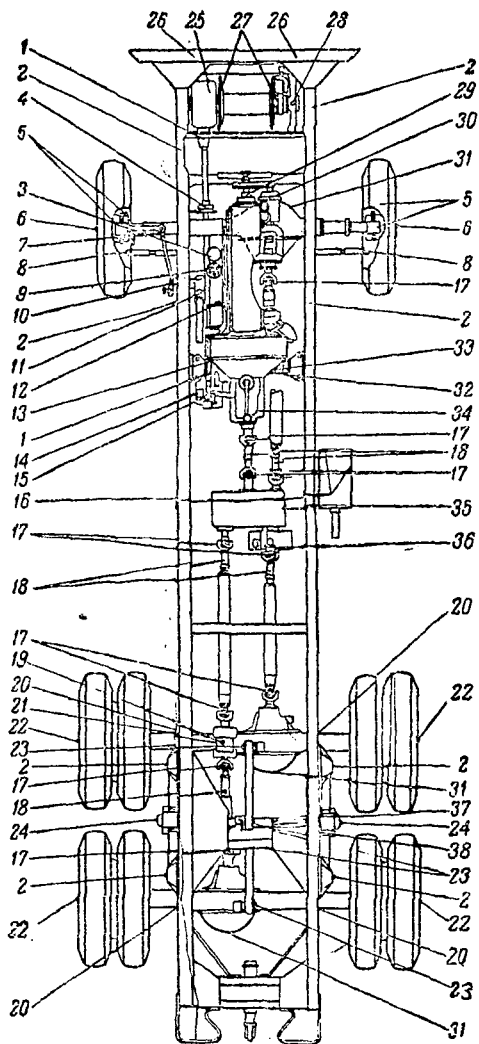

Рис. 9. Схема смазки автомобиля
3. Сроки смазки автомобиля при нормальной работе и места смазки указаны в таблице смазки и на рис. 9. При работе на очень пыльных или грязных дорогах или в других тяжёлых условиях смазывай автомобиль чаще.
(рис. 9)